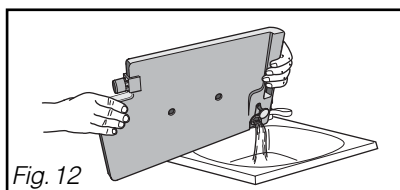

Fig. 12
Le bac de récupération doit être vidé après chaque cycle de séchage (Fig.12).
– Videz le bac (Fig. 12).